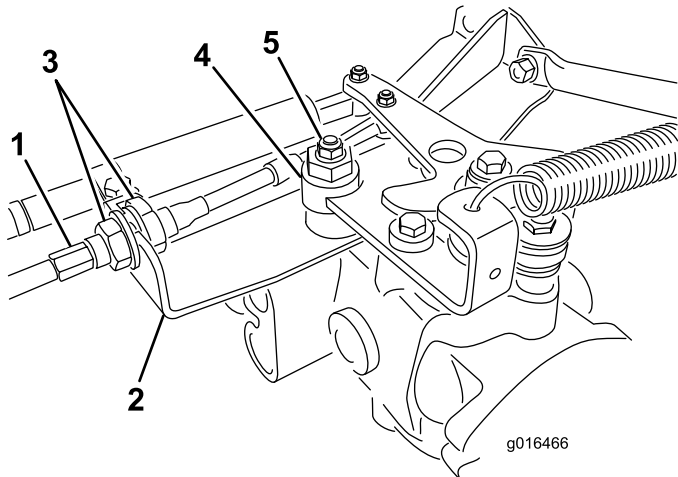

图 47
- A. 松开将驱动控制拉线固定至静液压装置隔板上的两个锁紧螺母图 47。确保锁紧螺母的松动程度相同并足以进行调节。
注意 松开将偏心螺栓固定到静液压泵顶部的螺母图 47。
- D. 当轮子停止旋转时、旋紧螺母、锁定偏心螺栓和调整 (图 47)。
- F. 从隔板的两侧均匀拧紧锁紧螺母将驱动拉线固定到隔板上图 47。切勿让拉线缠绕在一起。